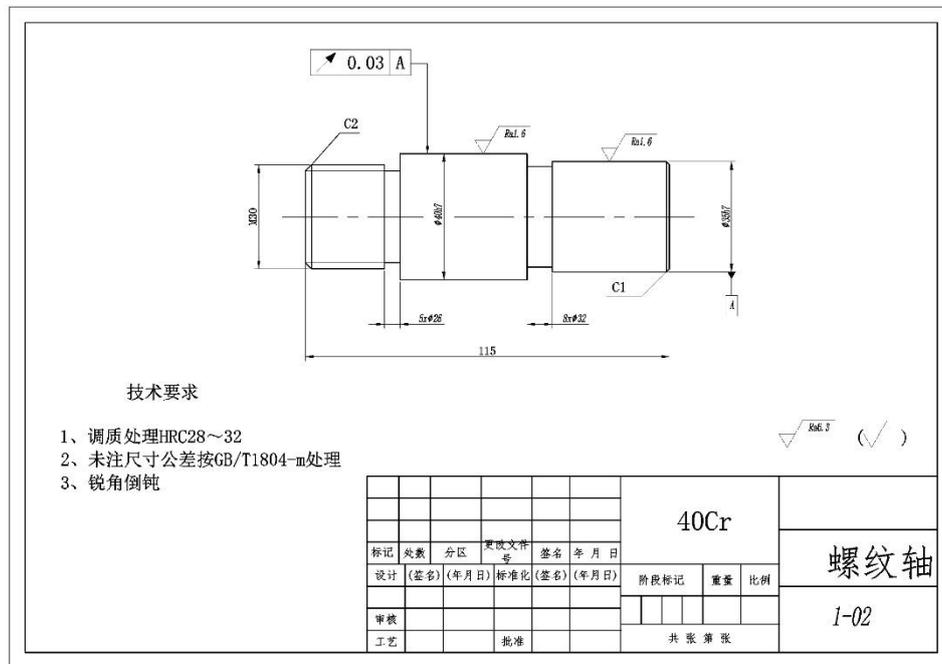

图 1-1-2 螺纹轴
(1) 任务描述：根据提供的实物，手工测绘机械零件——螺纹轴。零件照片见图 1-1-2。